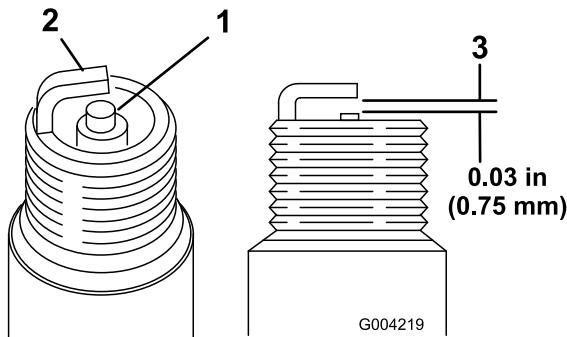

Figura 19
1. Mire la parte central de la bujía (Figura 19). Si se observa un color gris o marrón claro en el aislante, el motor está funcionando correctamente. Si el aislante tiene un recubrimiento negro, significa que el limpiador de aire está sucio.
- Compruebe la separación entre los electrodos central y lateral (Figura 19). Si la distancia no es correcta, doble el electrodo lateral (Figura 19).